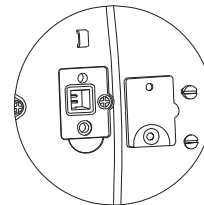

Figura 4-2. Piedini LFT.
2. Rimuovere il coperchio di sicurezza sotto la bilancia e accedere ai due piedini situati in un alloggiamento (vedere la Figura 4-2). Accorciare i piedini (è possibile utilizzare un cacciavite a lama piatta) e contemporaneamente accendere la bilancia. La bilancia esegue la procedura di avvio, quindi nel display viene visualizzato lo stato corrente [L F t OFF] (LFT OFF, sbloccato) o [L F t ON] (LFT ON, bloccato). Premere il tasto 'No' per modificare tale impostazione oppure premere il tasto 'Yes' per confermarne lo stato.